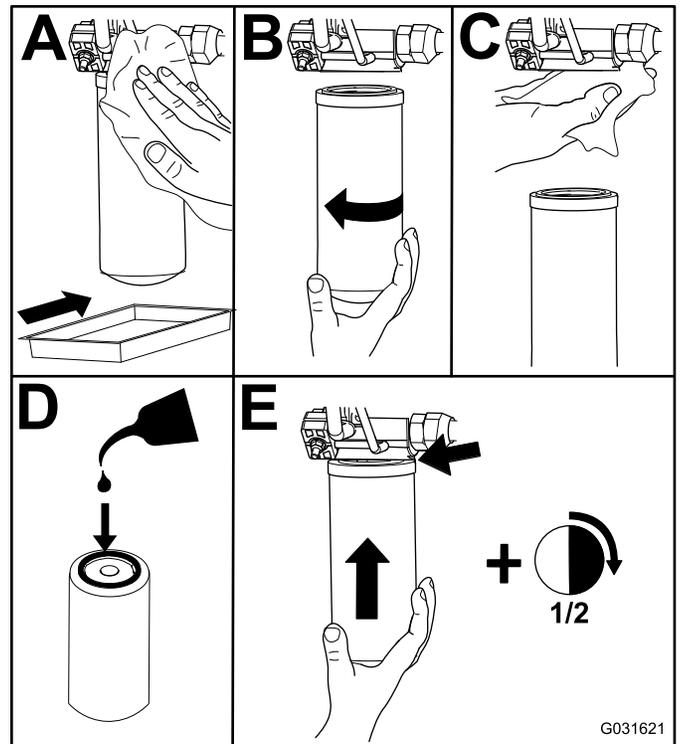

Figura 80
2. Sostituite i filtri idraulici (Figura 80).